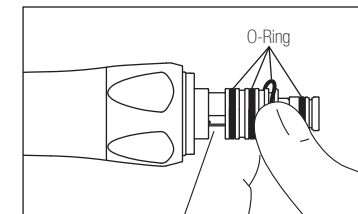

Abb. 11
- 2) Entfernen Sie vorsichtig jeden O-Ring mit Ihrem Daumen. (Abb.11)